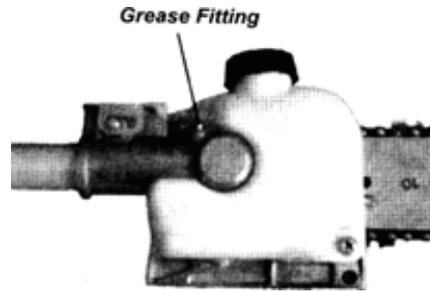

Figura 37
- Lubrique la caja de cambios. Para realizar la operación, primero quite la caja de cambios del tubo superior externo como sigue (Figura 37):